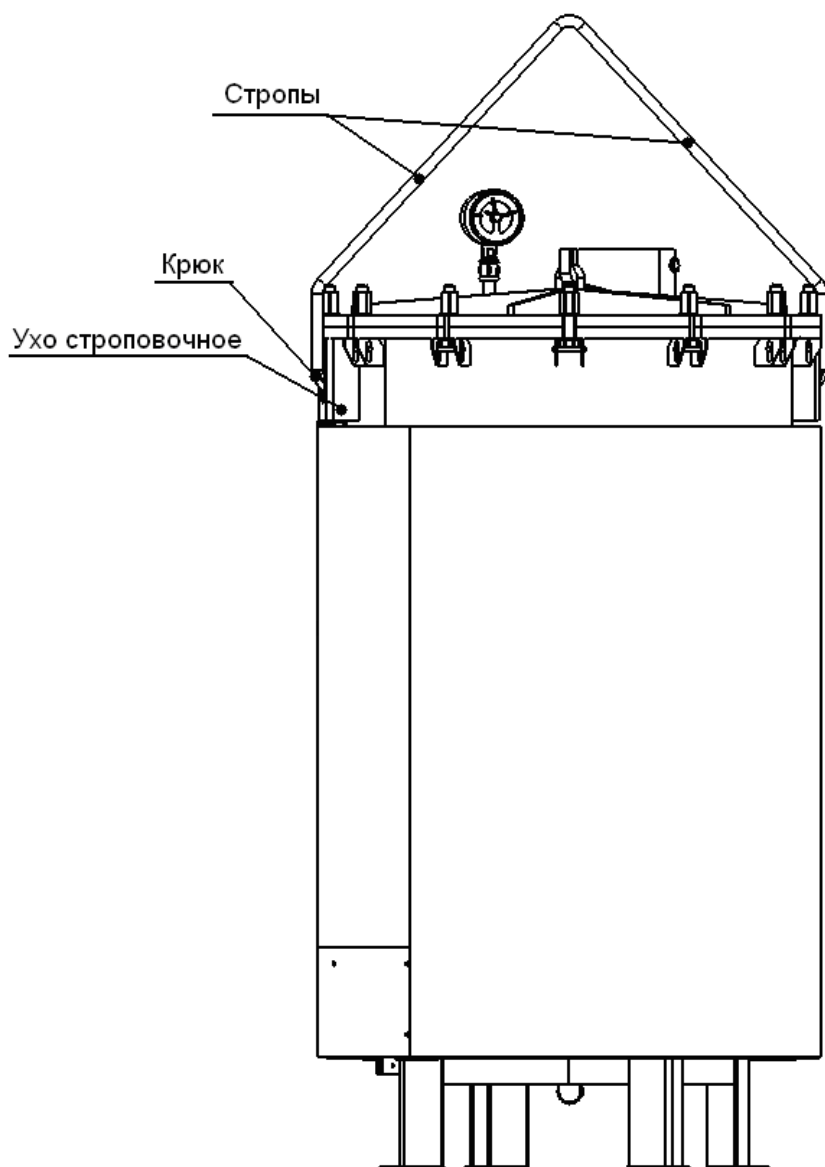

Рисунок 10. Схема стропки
11.4 При погрузке и транспортировании оборудования необходимо соблюдать и выполнять требования манипуляционных знаков на таре и схему строповки (рисунок 10).